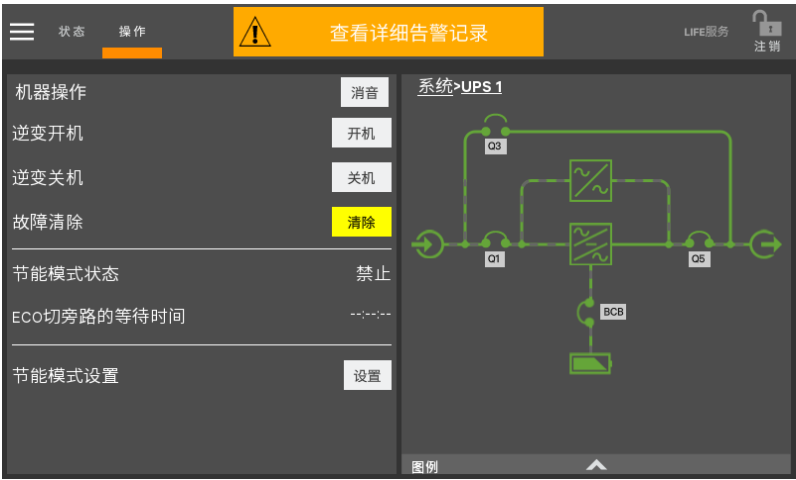

图5-2 点击逆变开机按钮
4. 待整流器完成启动，旁路开始供电以后（功率流图如图 5-2 所示），点击开机按钮（此处可参考 4.2.4 节）。